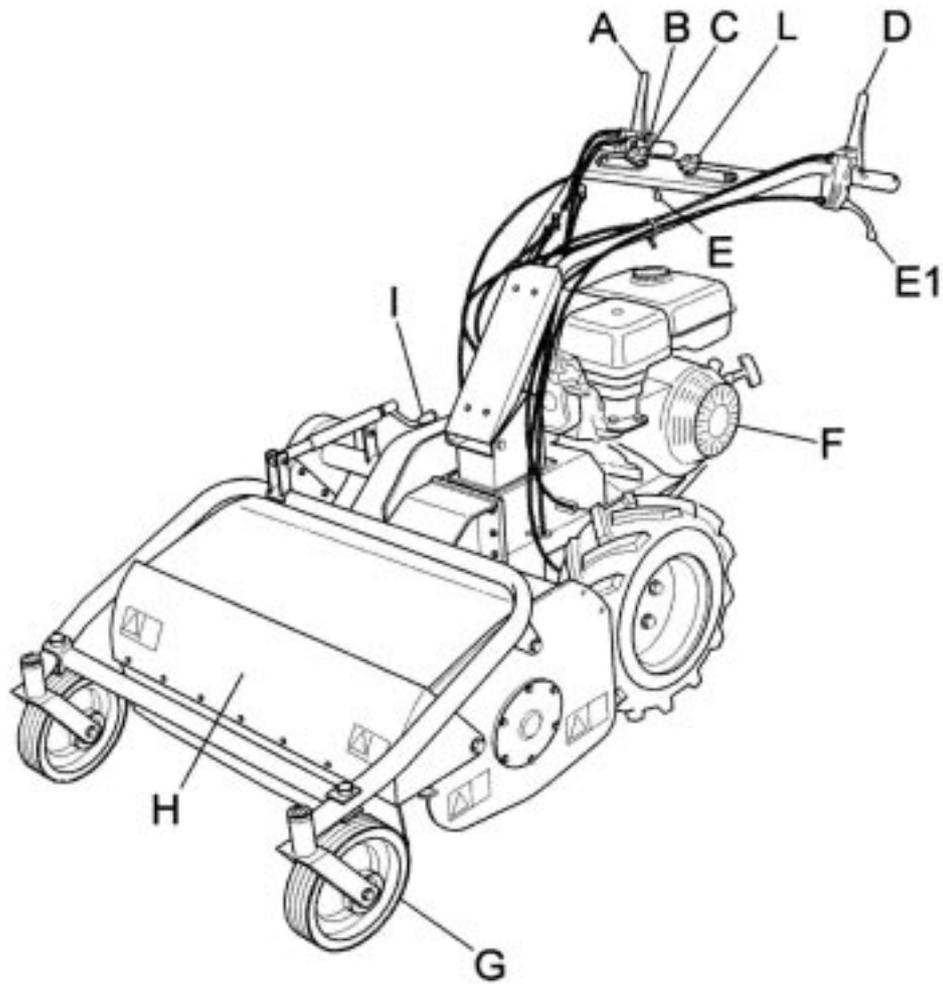
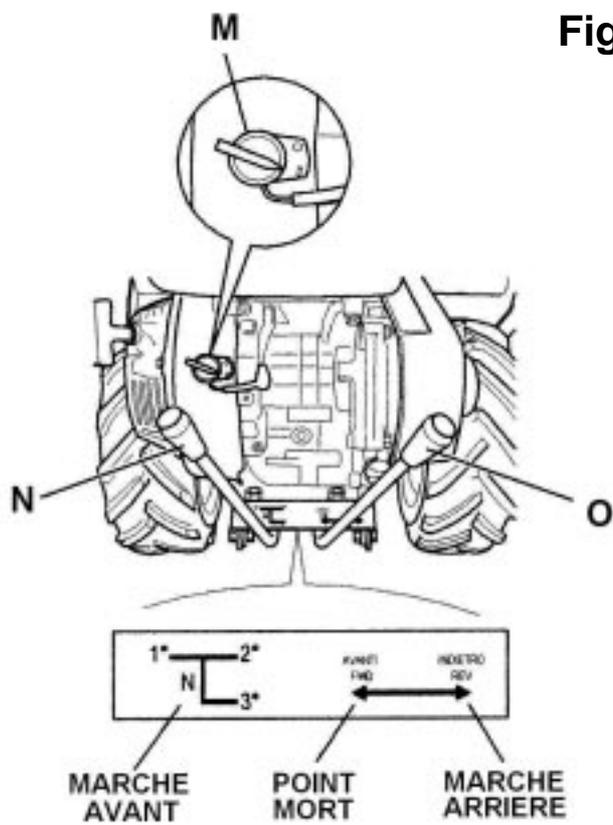

Fig. 1
Fig. 2
Sert à enclencher le frein d'avance machine au cas où le frein automatique relié au levier d'enclenchement avance (Fig 1 Réf. A) n'interviendrait pas.
ATTENTION : vérifier que lorsque le levier d'avance est actionné (Fig. 1 Réf. A), le levier d'enclenchement frein d'urgence(Fig.1 Rif C) est désactivé.
La protection avant (Fig. 1, réf. H) s'ouvre ou se ferme automatiquement en fonction du volume de l'herbe à couper. Il est interdit d'utiliser la machine en laissant la protection ouverte afin d'éviter la projection d'objets.
ATTENTION : si le levier du sélecteur de vitesse (Fig. 2 Réf. N) est positionné sur la 3ème vitesse, il n'est pas possible de déplacer le levier de commande inversion (Fig. 2 Réf. O) sur la marche arrière.
Ce levier permet de sélectionner la direction d'avance de la machine (marche avant, point mort, marche arrière). Utilisé en association avec le levier sélecteur de vitesse (Fig.2 Réf. N), il permet d'obtenir 3 marches avant et 2 marches arrière.
ATTENTION : Si le levier de commande inversion de marche (Fig. 2 Réf. O) est positionné en marche arrière, l'activation du levier sélecteur de vitesse (Fig. 2 Réf. N) n'est pas possible en position 3ème vitesse.
ATTENTION : avant d'actionner le levier de commande inversion de marche (Fig. 2 Réf O), il est nécessaire de positionner le levier de sélection vitesse (Fig. 2 Réf N) en position de point mort (N). Enclencher la vitesse désirée seulement après.
Vérifier que vous avez correctement sélectionné les positions des leviers (Fig. 2 pos. N et O) et que ces dernières sont solidement bloquées en position ; dans le cas contraire, actionner brièvement le levier d'avance (Fig. 1 Pos. A) afin de permettre l'enclenchement parfait de la vitesse. Ceci peut être plus particulièrement utile durant les premières heures de fonctionnement de la machine.
- Avant de démarrer le moteur, vérifier que les deux leviers d'enclenchement (embrayage d'avance - Fig. 1, réf. A et embrayage lames - Fig. 1, réf. D) se trouvent en position de désactivation (relâchés) ; le frein est alors automatiquement actionné ; par conséquent, positionner le levier d'inversion de marche au point mort (voir Fig. 2 , ref. N)
- Le couvercle de protection situé devant les lames (Fig. 1, réf. H) doit toujours être fermé durant l'utilisation de la machine.